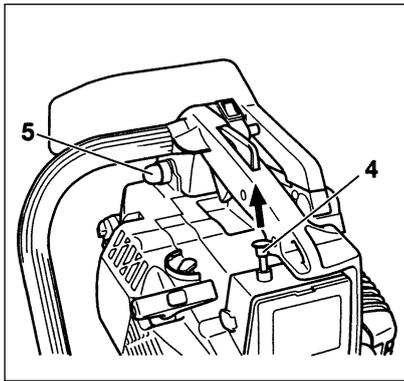

Рис. 2-3
1. Установить выключатель зажигания (1) в положение ON (ВКЛ).
- * Несколько раз нажать на заливочный баллон (5), чтобы топливо потекло через баллон в карбюратор. (Если имеется) (Рис. 2-3)
3. Полностью вытянуть ручку заслонки в закрытое положение (4). (Рис. 2-3)